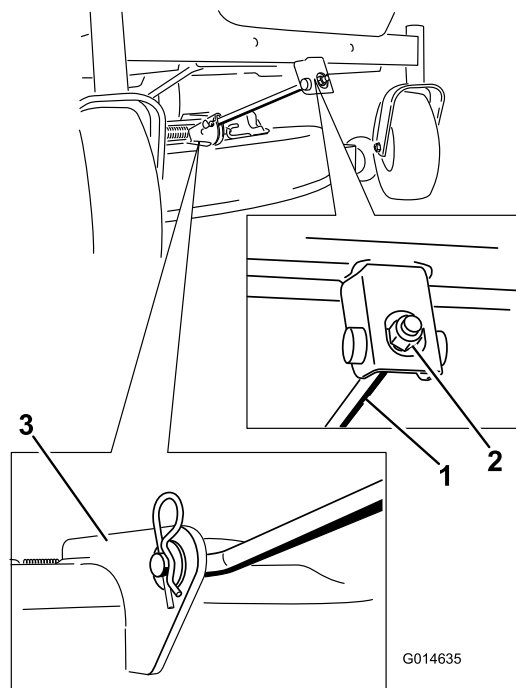

Figure 58
- Retirez la goupille fendue de la tige de support avant et déposez la tige du support de tablier (Figure 58).
6. Fixez la tige de support avant au tablier de coupe à l'aide de l'axe de chape et de la goupille fendue (Figure 58).